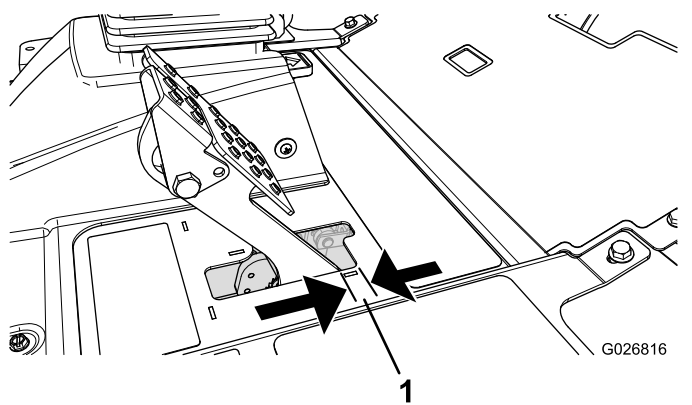

Figura 70
Regolate i freni se il pedale ha un "gioco" superiore a 2,5 cm (Figura 70), o quando è necessaria maggiore forza di tenuta. Per gioco s'intende la distanza che il pedale percorre prima che si avverta la resistenza della frenata.
2. Serrate il dado posteriore per spostare indietro il cavo, finché i pedali del freno non hanno un gioco compreso tra 6,3 e 12,7 mm (Figura 70), prima che la ruota si blocchi.